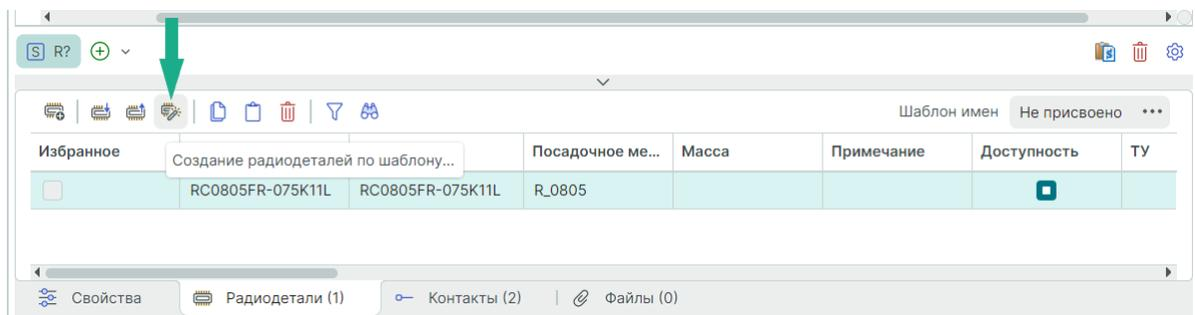

Рис. 316 Вызов генератора компонентов
1. Нажмите на иконку  «Создание радиодеталей по шаблону», расположенную на панели инструментов вкладки «Радиодетали» в редакторе компонентов, см. Рис. 316.